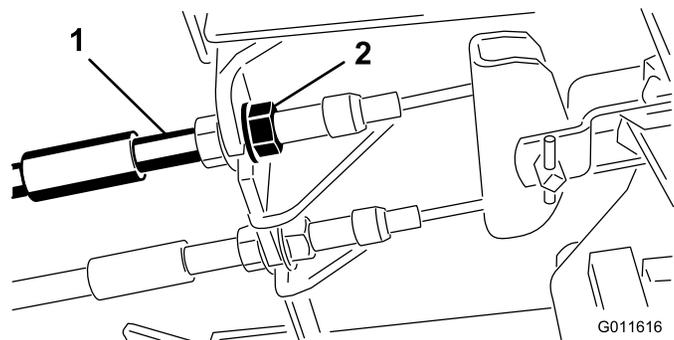

図 72
1. 遊びを減らすブレーキを締めるには、ブレーキケーブルのネジ山の前ナットをゆるめ、後ろのナットを締める(図 72)。